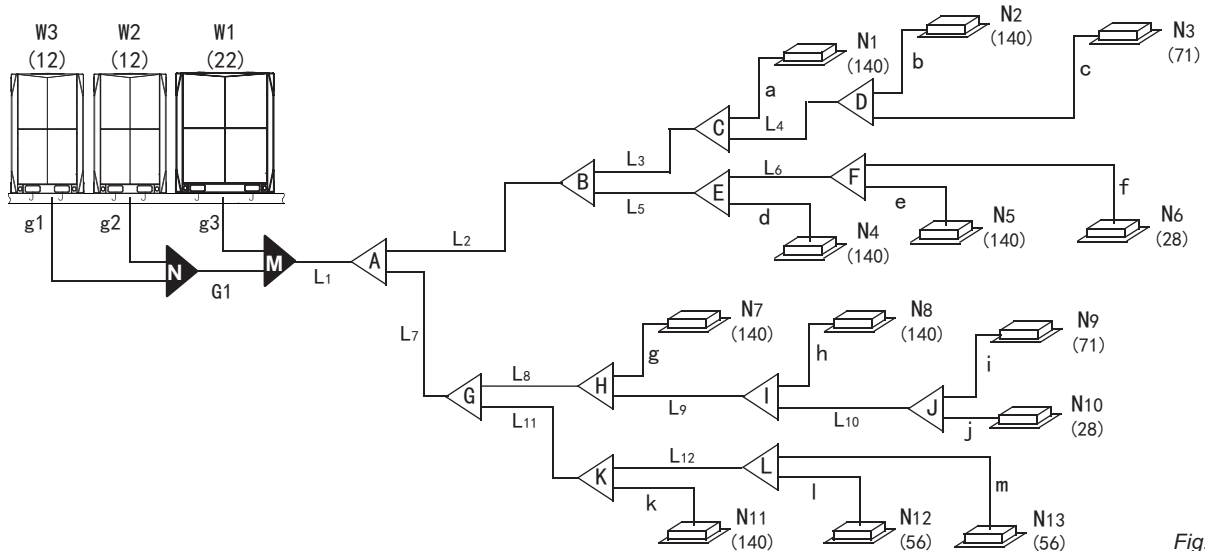

Fig.5-4
- Tomar la Fig.5-4 como ejemplo. Teniendo en cuenta que la tubería equivalente de todo el sistema es superior a 90m.